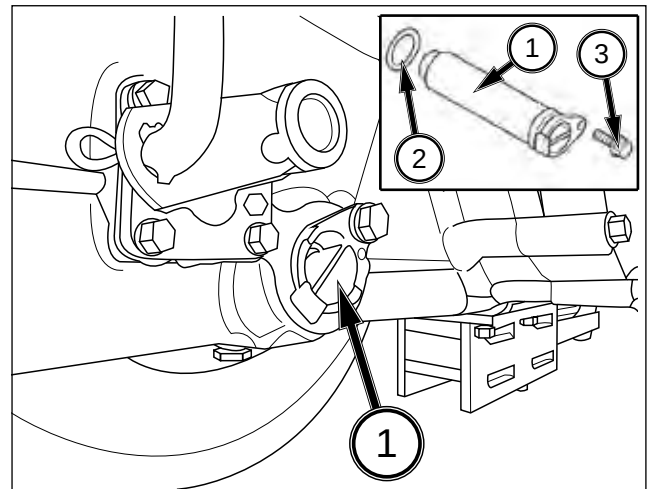

FIG. 89
FIG. 89 : Pour nettoyer le filtre à huile de transmission (aspiration) - Nettoyez le filtre à huile de transmission lorsque toute l'huile a été vidangée. Desserrez le boulon (3), puis retirez le filtre (1). Pendant le montage, graissez le joint torique (2) pour éviter tout dommage.